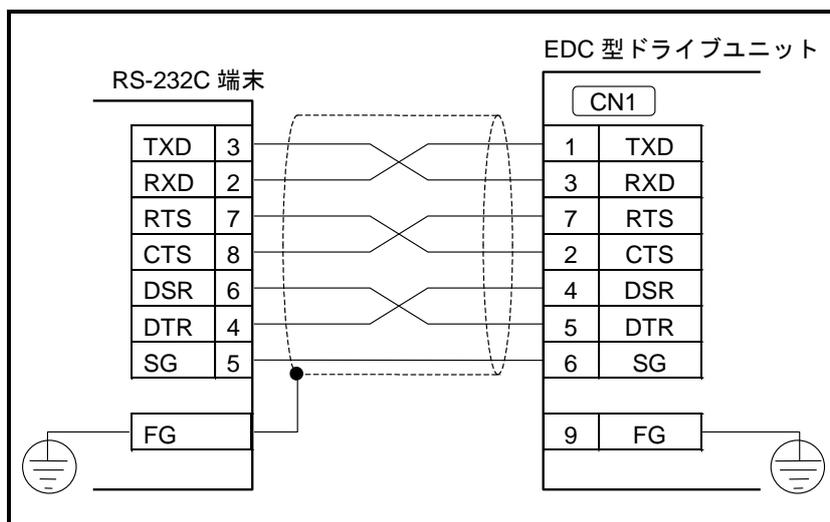
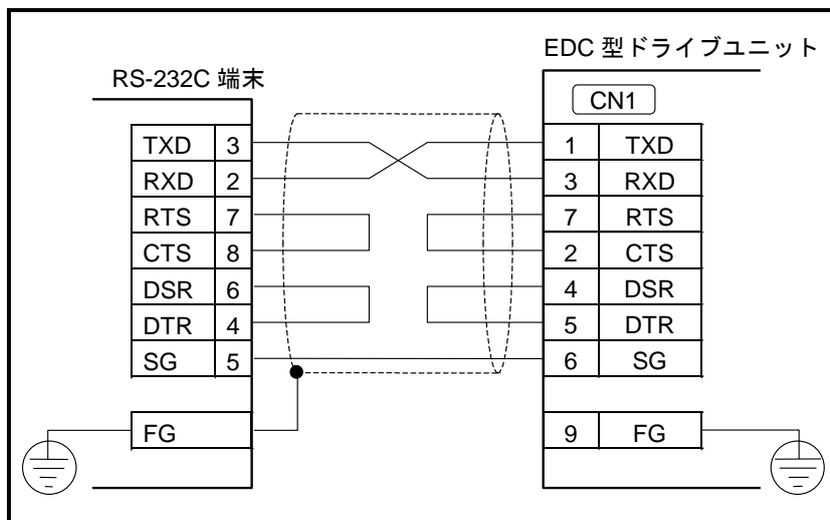

図 A-15 : RS-232C の配線, フロー制御あり
図 A-16 : RS-232C の配線, フロー制御なし
- 「図 A-15 : RS-232C の配線, フロー制御あり」, 「図 A-16 : RS-232C の配線, フロー制御なし」は RS-232C 端末として DOS/V 互換機 (D-sub9 ピンコネクタ) との接続時の配線例です。